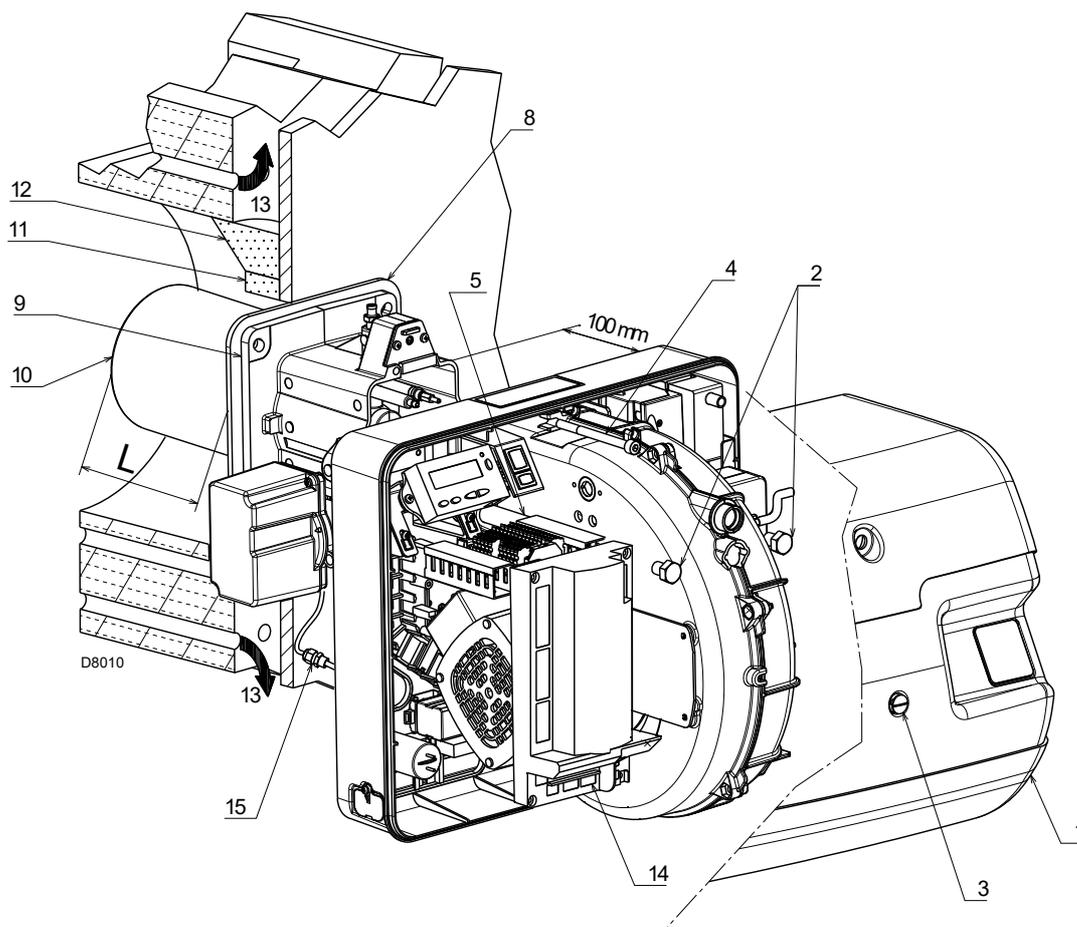

Abb. 17
Stellen Sie bei Kesseln mit vorderem Rauchumlauf 13)(Abb. 17), eine Schutzvorrichtung aus hitzebeständigem Material 11) zwischen dem als Hitzeschutz zwischen Kessel 12) und Flammrohr 10) aus.
Bei Heizkesseln mit wassergekühlter Frontseite ist die Verkleidung mit feuerfestem Material 11)-12)(Abb. 17), nicht notwendig, wenn dies nicht ausdrücklich vom Kesselhersteller gefordert wird.
Trennen Sie die Flammkopf vom übrigen Brenner, wie in Abb. 17; und wie folgt fortfahren:
- den Brenner auf den Führungen 3) etwa 100 mm von Muffe 4) - Brenner in der in Abb. 17 gezeigten Position montieren;
- den Stecker des Stellmotors 14)(Abb. 17) anschließen und die Kabeldurchführung 15) anschrauben;